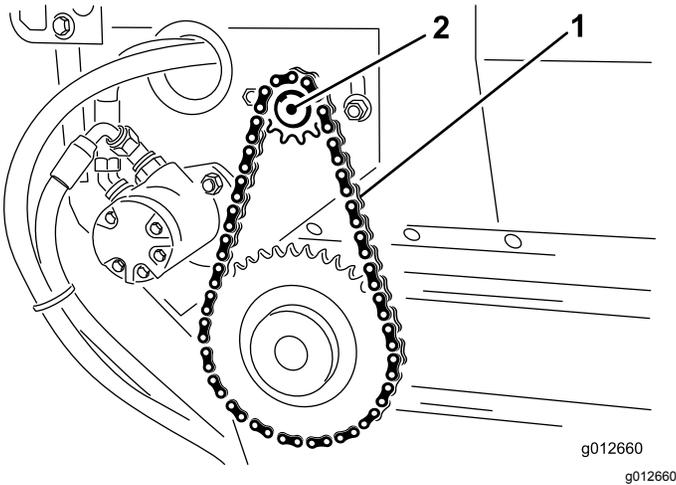

图18
3. 拧松将马达和链轮总成固定到主机架的螺栓和螺母 图18。
4. 旋转安装槽内的马达和链轮总成 图18 直至输送带链偏转 3.2mm。
5. 旋紧安装螺栓 图18。